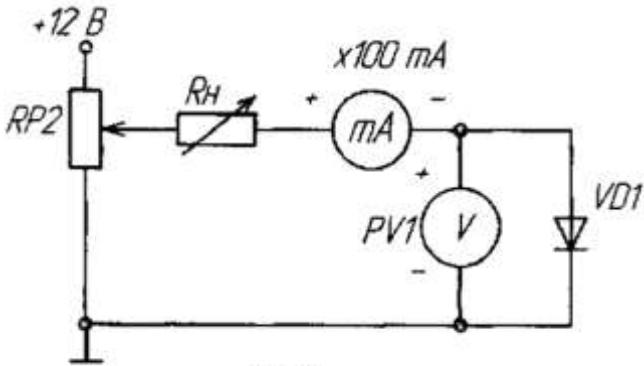

Рис.2
1) собрать схему для исследования выпрямительного диода на постоянном токе в соответствии с принципиальной схемой рис. 2. Для измерения анодного тока включить миллиамперметр постоянного тока с пределом 100 мА. Для измерения анодного напряжения использовать мультиметр. Последовательно с диодом включить токоограничивающий резистор  $R_h$ .
2) Снять вольт-амперную характеристику выпрямительного диода на постоянном токе для прямой ветви (рис. 2); для снятия характеристик регулировать напряжение на выходе потенциометра; результаты измерений занести в таблицу 1, по которой построить прямую ветвь ВАХ;